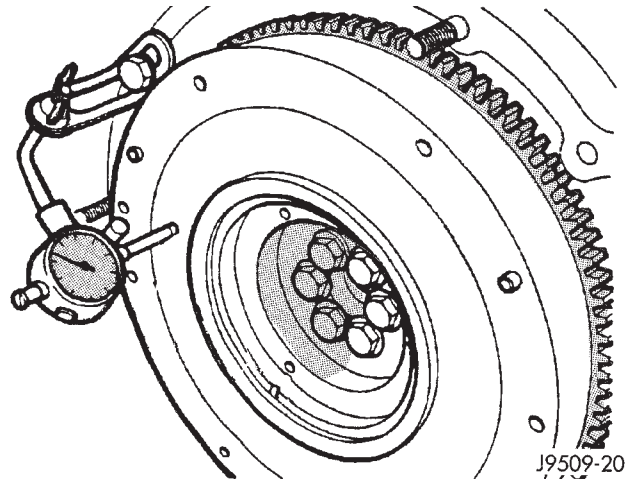

Fig. 79 Medindo o Jogo Axial do Eixo de Manivelas
(16) Instale 2 parafusos de volante do motor, 180° à parte, e aperte-os com um torque de 20 N·m, mais 60° (15 pés-lb.), mais 60°.
(17) Fixe um indicador de quadrante no bloco do motor.
(18) Mova o eixo de manivela em direção à parte da frente do motor e zere o indicador.
(19) Mova o eixo de manivela em direção à parte de trás do motor e registre a medida.
(20) Subtraia o jogo axial do eixo de manivela especificado do número obtido. Jogo axial do eixo de manivela de 0,153 a 0,304mm (0,0060 a 0,0119 pol.).
(21) Selecione as arruelas de encosto que fornecerão o jogo axial correto.
(22) Remova as ferramentas e o volante do motor.
(23) Lubrifique as metades das arruelas de encosto e encaixe-as no suporte traseiro do mancal principal.
(24) Certifique-se de que as superfícies conjugadas do volante do motor e da extremidade do eixo de manivela estejam limpas e secas. Instale o O ring no encaixe do volante do motor.
(25) Para verificar o jogo axial correto, instale dois parafusos de volante do motor 180° à parte, e aperte-os com um torque de 20 N·m, mais 60° (15 pés-lb., mais 60°).
(26) Meça o jogo axial do eixo de manivela com um indicador de quadrante. Esse jogo axial não deve exceder 0,153 a 0,304 mm (0,0060 a 0,0119 pol.) (Fig. 79).